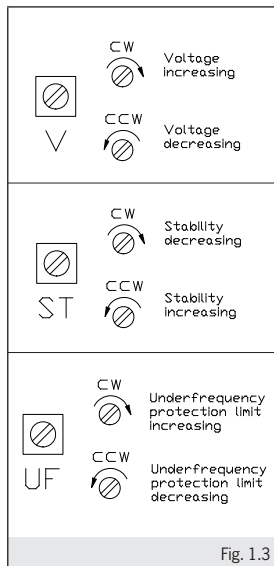
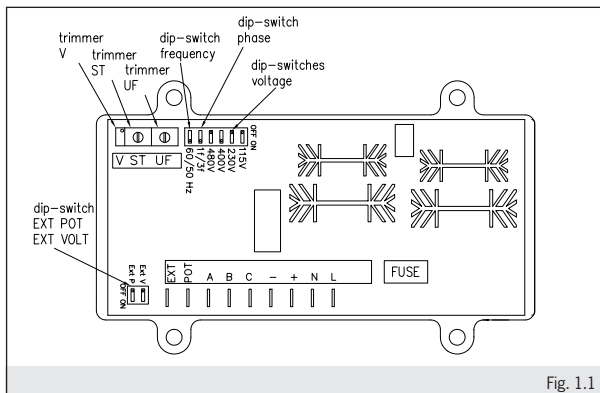

Fig. 1.3
Fig. 1.1
È possibile modificare la tensione di uscita agendo sul potenziometro "V" (vedi fig.1.1, fig.1.3). Con il gruppo in moto alla velocità nominale, regolare fino ad ottenere il valore cercato. Se ad una piccola variazione di velocità la tensione varia, allora è necessario regolare prima la protezione di sotto-velocità.
Gli switches di tensione del sensing ("dip-switches voltage" in fig.1.1) devono essere così impostati:
The output voltage can be changed by adjusting potentiometer "V" (see fig.1.1, fig.1.3). Run the generating set to its nominal speed and turn until the required voltage is obtained. If a small variation in speed causes a change in voltage, then the under speed protection should first be calibrated.
The sensing voltage switches ("dip-switches voltage" in fig.1.1) must be set as follows:
Il est possible de modifier la tension de sortie en agissant sur le potentiomètre « V » (voir fig.1.1, fig.1.3). Avec le groupe en marche à la vitesse nominale, régler jusqu'à l'obtention de la valeur désirée. Si à une petite variation de vitesse la tension varie, il faut régler d'abord la protection de sous-vitesse.
Les interrupteurs de tension de détection ("dip-switches voltage" sur la fig.1.1) doivent être réglés comme suit:
Regolazione della protezione della sottovelocità a 50 (60)Hz (vedi fig.1.1, fig. 1.3): portare il gruppo in rotazione regolandolo in modo da ottenere una frequenza di 46 (56) Hz. Ruotare il trimmer **"UF"** fino al punto in cui la tensione inizia a calare. Riportare il gruppo alla velocità nominale.
Stability adjustment (see fig. 1.1, fig. 1.3): if on load voltage fluctuations are experienced adjust potentiometer "ST", which modulates the reaction time of the regulator to external inputs, thereby eliminating any instability in the alternator-load system.
Setting of the under speed protection at 50 (60)Hz (see fig.1.1, fig. 1.3): start up rotation of the generating set adjusting it to obtain a frequency of 46 (56)Hz. Turn trimmer "UF" until the voltage begins to drop. Restore nominal speed.
Remote voltages adjustment: wire the potentiometer (5kOhm, 1/4W) to the free terminals "EXT POT". Set the "dip-switch Ext P" to the "ON" position and "Ext V" to the "OFF" position (see fig. 1.1). Run the generating set to its nominal speed and adjust the external potentiometer and eventually also the trimmer "V" to obtain the required voltage (fig. 1.1, fig. 1.3).
Contrôle de la stabilité (voir fig. 1.1, fig. 1.3): si des fluctuations de tension sous charge devaient se vérifier, il est possible d'agir sur le potentiomètre "ST" qui module la rapidité de réponse du régulateur aux stimulations extérieures, en permettant d'éliminer les éventuelles instabilités du système alterateur - charge.
Réglage de la protection de la sous-vitesse à 50 (60) Hz (voir fig. 1.1, fig. 1.3): porter le groupe en rotation en réglant de manière à obtenir une fréquence de 46 (56) Hz. Tourner le trimmer « **UF** » jusqu'au point où la tension commence à baisser. Reporter le groupe à la vitesse nominale.
Raccordement d'un potentiomètre extérieur: enlever le cavalier des bornes et connecter le potentiomètre (**5 k Ω , 0,5 W**) aux extrémités libres "Ext P, T". Placez le commutateur «dip-switch Ext P» sur la position «ON» et «Ext V» sur «OFF» (voir fig. 1.1). Porter le groupe à la vitesse nominale et agir sur le potentiomètre externe et éventuellement sur le trimmer «V» afin d'obtenir la tension désirée (voir fig. 1.1. fig. 1.3).
Die Ausgangsspannung kann am Potentiometer "V" verändert werden (Siehe Abb. 1.1, Abb. 1.3). Bei mit Nenndrehzahl laufendem Aggregat auf den gewünschten Wert regulieren. Wenn bei geringfügiger Veränderung der Drehzahl auch die Spannung variiert, muss zunächst der Unterdrehzahlschutz reguliert werden. Die Schaltspannungsschalter („dip-switches voltage“ in Abb.1.1) müssen wie folgt eingestellt werden:
Es posible modificar la tensión de salida actuando en el potenciómetro "V" (fig. 1.1, fig. 1.3). Con el grupo en movimiento a velocidad nominal, regular hasta obtener el valor deseado. Si con una pequeña variación de velocidad la tensión cambia, es necesario en este caso regular en primer lugar la protección de subvelocidad. Los dip-switches de la tensión de detección ("dip-switches voltage" en la figura 1.1) se deben configurar de la siguiente manera.
Stabilitäts Control (Siehe Abb. 1.1, Abb. 1.3): sollten Spannungsschwankungen unter Last auftreten, kann auf den Potentiometer “ST” eingewirkt werden, welcher die Reaktion des Reglers auf externe Reize moduliert, so dass eventuelle Instabilitäten des Systems Drehstromgenerator – Last beseitigt werden.
Regelung der Unterdrehzahl auf 50 (60)Hz (Siehe Abb. 1.1, Abb. 1.3): das Aggregat drehen lassen und so einstellen, dass eine Frequenz von 46 (56)Hz erreicht wird. Den Trimmer “UF” auf den Punkt verstellen, an dem die Spannung beginnt abzufallen. Das Aggregat auf Nenndrehzahl bringen.
Remote Spannungsanpassung: anschließen die Potentiometer (5kOhm, ½ W) an den Klemmen “EXT POT”. Stellen Sie den entsprechenden DIP-Schalter unter “ON” (siehe Abb. 1.1). Den Trimmer “V” bis zum Anschlag im Gegenuhrzeigersinn drehen. Das Aggregat auf Nenndrehzahl bringen und auf das externe Potentiometer und möglicherweise auch auf dem Trimmer „V“ einwirken, bis die gewünschte Spannung erreicht ist (Abb. 1.1, Abb. 1.3).
Control de Estabilidad (fig. 1.1, fig. 1.3): si se produjeran fluctuaciones de tensión bajo carga, se puede actuar en el potenciómetro “ST” que modula la inmediatez de respuesta del regulador a los estímulos externos, eliminando eventuales inestabilidades del sistema alternador - carga.
Regulación de la subvelocidad a 50 (60) Hz (fig. 1.1, fig. 1.3): hacer girar el grupo regulándolo de manera que la frecuencia obtenida sea de 46 (56) Hz. Girar el trimmer “UF” hasta el punto en que la tensión empiece a disminuir. Poner de nuevo el grupo a la velocidad nominal.
Conexión de un potenciómetro externo (5kOhm, 0,5 W): conectar los cables libres “EXT POT” del potenciómetro. Coloque el interruptor dip-switch correspondiente en la posición “ON” (vea la figura 1.1). Llevar el grupo a la velocidad nominal y actuar en el potenciómetro externo y posiblemente también en el potenciómetro “V” hasta la tensión deseada (fig. 1.1, fig. 1.3).